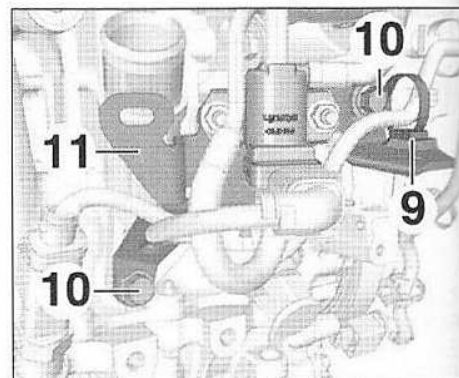

FIG.52
- Déposer (Fig.52) :
- l'agrafe (9) et écarter le faisceau électrique,
- les vis (10).
- Ecarter le support (11) de l'électrovanne EGR.